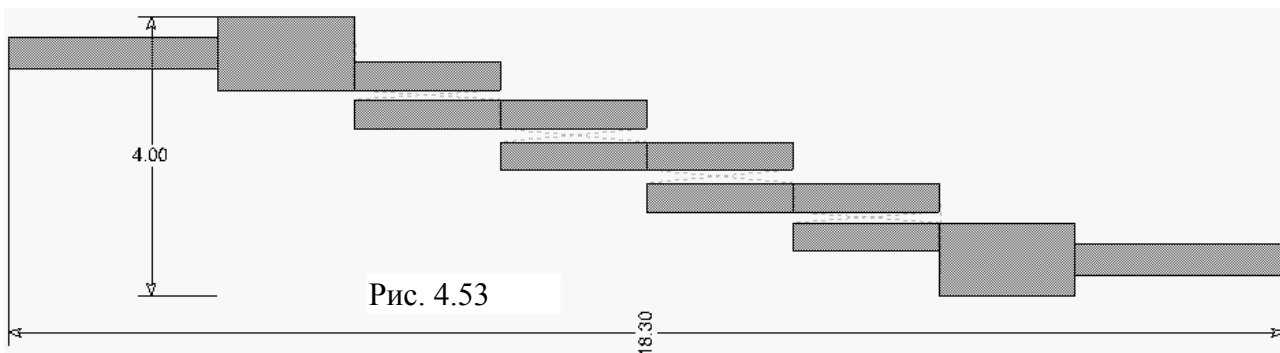

Рис. 4.53
**0.5**, чтобы размер сетки сделать 0.05 мм. Созданная топология показана на рис. 4.53.
Щёлкая по значку **Dimension Line** на панели инструментов, измерьте размеры созданной топологии, как показано на рис. 4.53. Используя **View Area**, убедитесь, что расположение элементов топологии совпадает с сеткой. В противном случае отредактируйте расположение топологии.